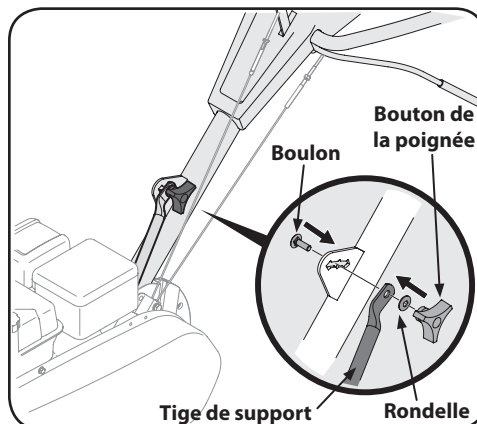

Figure 3-4
7. Fixez le support de la colonne de la poignée, puis serrez bien le boulon. Voir Figure 3-4.
9. Placez le boulon de carrosserie dans le support soudé de la poignée, dans la rondelle Belleville, dans la tige de support de la poignée, puis dans le bouton de la poignée. Voir Figure 3-4.
10. Placez la poignée dans une des trois encoches sur le support soudé et serrez le bouton de la poignée pour fixer la poignée dans la position désirée. Voir Figure 3-4. Serrez bien le boulon de la partie inférieure de la colonne de la poignée.